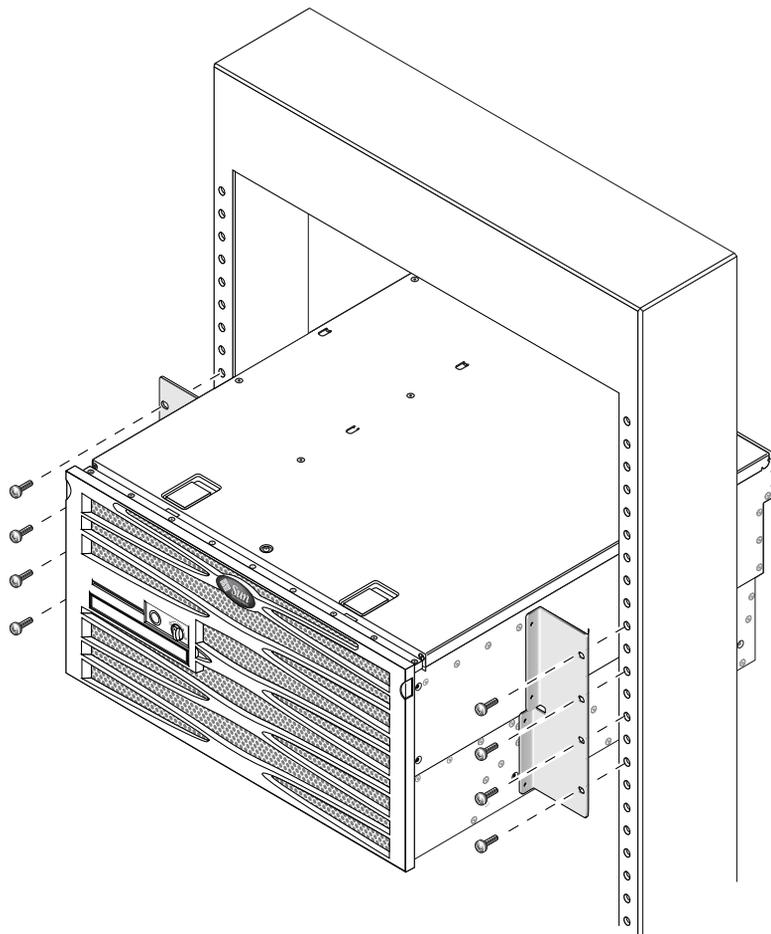

FIGURE 3-25 Fixation de la partie avant du serveur au rack
4. À l'aide de quatre vis par côté, fixez les supports de montage fixe avant vissés de part et d'autre du serveur à la partie avant du rack (voir FIGURE 3-25).